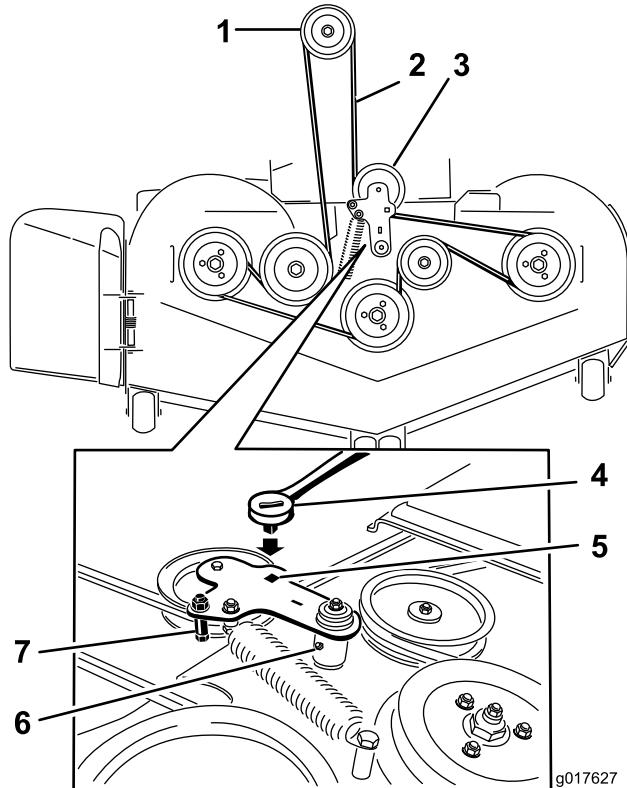

Figure 82
- Soulevez le plancher et insérez un rochet dans le trou carré de la poulie de tension du plateau (Figure 82).
- Tournez la poulie de tension dans le sens horaire et retirez la courroie du plateau (Figure 82).